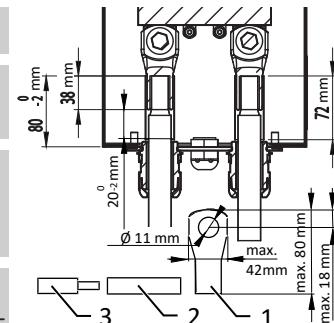

Abb. 21: DC-Leitung konfigurieren
- ↪ **WARNUNG!** Kurzschlussgefahr durch fehlerhafte Dimensionierung des Kabelschuhs! Für die Auswahl die Abmessungen beachten. [Siehe Abbildung 21] [► Seite 54]